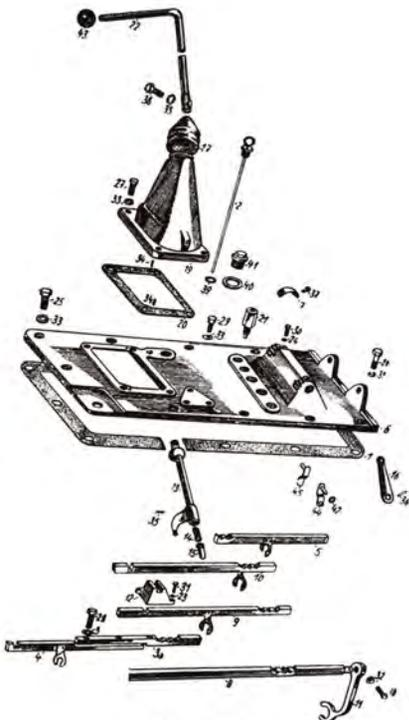

Abb. 80
1. Der Balg (Abb. 80/17) ist abziehen, die Befestigungsschraube M 8 (Abb. 80/38) des Schalthebels auszuschrauben und der Schalthebel abzuziehen.
4. Der Ölstandmesser (Abb. 80/2) ist auszuschrauben und herauszunehmen.
6. Zehn Schrauben M 8 sind aus dem Getriebegehäusedeckel auszuschrauben (Abb. 80/25, 26, 29).
Der Schalthebel ist in den unteren Teil der Schaltung (Abb. 80/12) eingeschoben und mit einer Schraube festgezogen. Auf einer Feder ist ein Bolzen gelagert, der im unteren Teil der Schaltung mit einem Stift gesichert ist. Der Bolzen bewegt sich in einer Führung, die mittels Schrauben an das Getriebegehäuse angeschraubt ist.
1. Der Getriebegehäusedeckel (Abb. 80/6) ist abzumontieren und die Dichtung abzunehmen.
2. Die Schraube M 8 an der Schaltgabel der Hydraulik (Abb. 80/18), ist zu entsichern und auszuschrauben, unter der Voraussetzung, dass der Hydraulikdeckel abmontiert ist. Dadurch wird die Gabel gelockert und kann herausgenommen werden.
3. Die Schaltführung wird durch Ausschrauben von zwei Schrauben M 8 abmontiert (Abb. 80/31). Die Schaltstange ist aus der Lagerung im Getriebegehäuse herauszunehmen.